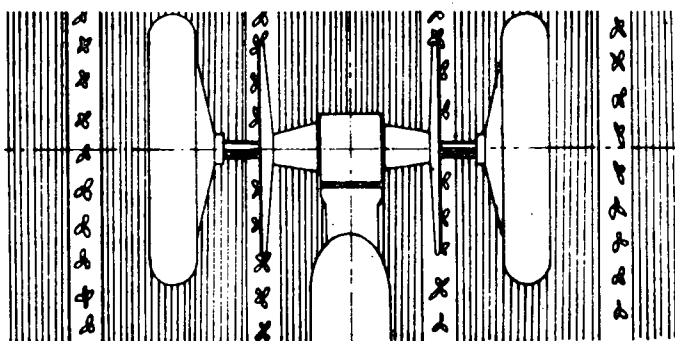

Fig. 4
Verifique a bitola e modifique-a, se for necessário (fig.4).
- a Coloque o trator em posição de trabalho, de maneira que suas rodas fiquem entre las linhas (fig. 4).